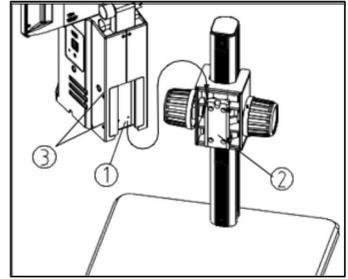

Fig.1
- Faites correspondre l'interface en queue d'aronde (1) du corps du microscope avec la fente en queue d'aronde (2) du support de mise au point, et insérez-la de haut en bas comme indiqué sur la figure, fixez la vis dans la fente de vis
- Serrer la vis du corps (3) avec une clé hexagonale M4 interne (longueur latérale 2 mm) (Voir Fig.1)